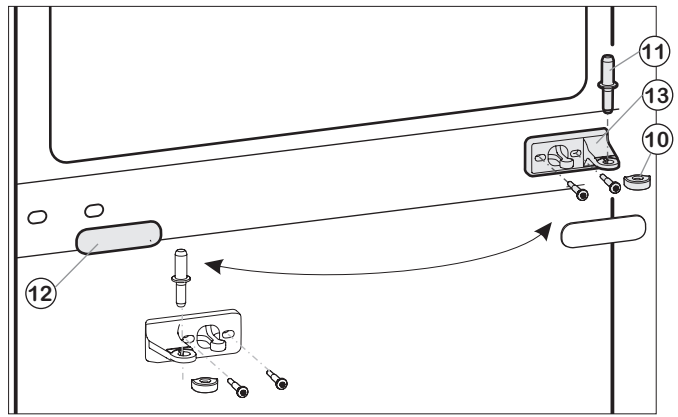
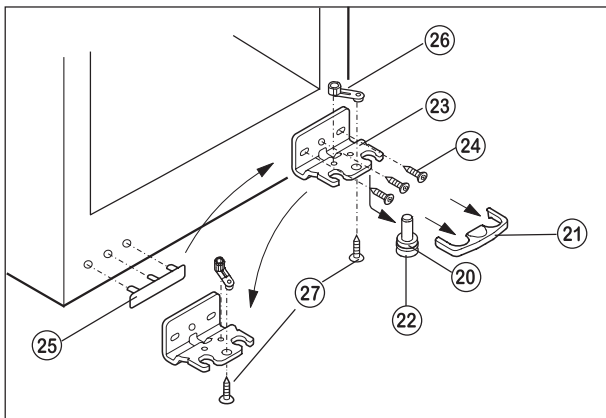

Fig. 2
Fig. 3
- Снимите пластиковый колпачок (10), рис. 2.
- Извлеките средний опорный палец (11), рис. 2.
- Снимите накладку (12), рис. 2.
- Открутите средний опорный кронштейн (13), рис. 2 и переставьте его с поворотом на 180° на новую сторону шарнира.
- Защёлкните накладку (12), рис. 2 на стороне, где теперь будет ручка.
- Нижнюю крышку (21), рис. 3 снимите движением вперед.
- Извлеките опорный палец (22), рис. 3 движением вниз и вперед.
- При этом следите за гнездом шарнира (20), рис. 3.
- Открутите опорный кронштейн (23), рис. 3 (3 x Torx 25), поз. (24), рис. 3.
- Открутите опорную деталь (26), рис. 3 (1 x Torx 25), поз. (27), рис. 3 и, переставив в отверстие на противоположной стороне, снова прикрутите.
- Снимите и переставьте накладку (25), рис. 3 со стороны ручки.
- Снова прикрутите опорный кронштейн (23), рис. 3 на новой стороне шарнира.
- Установите дверцу сверху на нижний опорный палец (22), рис. 3.
- Вставьте средний опорный палец (11), рис. 2 на новой стороне шарнира через средний опорный кронштейн (13), рис. 2 в нижнюю дверцу.
- Снова наденьте пластиковый колпачок (10), рис. 2 с поворотом на 180° на средний опорный кронштейн (13), рис. 2.
- Установите верхнюю дверцу на средний опорный палец (11), рис. 2.
- При необходимости выровняйте дверцы через два продольных паза в нижнем опорном кронштейне (23), рис. 3 и среднем опорном кронштейне (13), рис. 2 параллельно корпусу устройства, затем затяните винты.
- Снова защёлкните крышку (21), рис. 3.